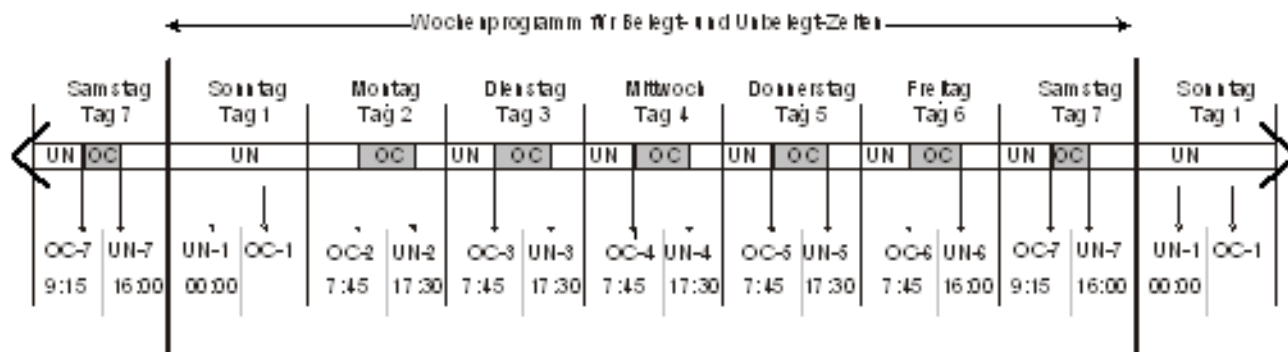

Abbildung 839:
-- -- SCHE	<p>Startanzeige für den Setup des Zeitprogramms Belegt/Unbelegt</p> <p>Die Startanzeige wird angezeigt, wenn Sie in den Setup-Startanzeigen mehrfach die Taste M bis zur Anzeige SCHE drücken.</p> <p>Hinweis: Wenn Sie die Funktion Sollwertabsenkung nutzen wollen, dann müssen Sie auch eine Sollwertabsenkung bei Nichtbelegung (SbK) für alle Ausgänge definieren, die zurückgesetzt werden sollen (s. Seite 604, 606, 608), und sie müssen die aktuelle Uhrzeit und den Wochentag (s. Seite 613) bestimmen.</p> <p>Hinweis: Die Uhrzeit und der Wochentag müssen bestimmt sein, bevor das Zeitprogramm ausgeführt werden kann. Die Parameter SbK können jederzeit gesetzt werden.</p> <p>1. Drücken Sie ►, um zur Anzeige OC-1 (Belegt, Tag 1 (Sonntag)) im Belegt-Zeitprogramm zu gelangen.</p> <p>Die nachfolgend beschriebenen Anzeigen zeigen, wie das in Abbildung 839 gezeigte Beispiel definiert wird.</p>